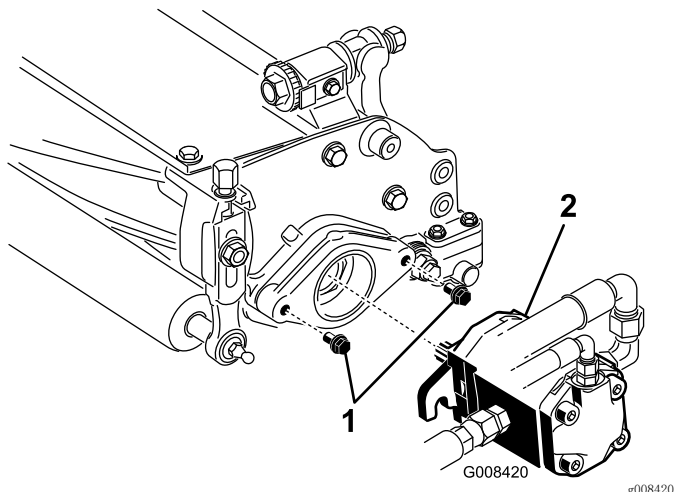

图 8
7. 确保每个滚刀驱动马达安装螺栓都有大约 13 mm 的螺纹露在外面（图 8）。
8. 在马达花键轴上涂抹干净的润滑脂，然后安装马达，首先顺时针旋转马达，使马达法兰脱离螺栓。逆时针旋转马达，直至法兰环绕住螺栓（图 8）。
9. 然后旋紧安装螺栓（图 8）。